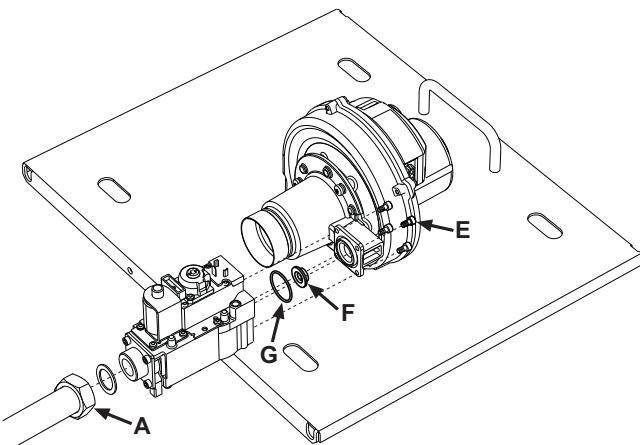
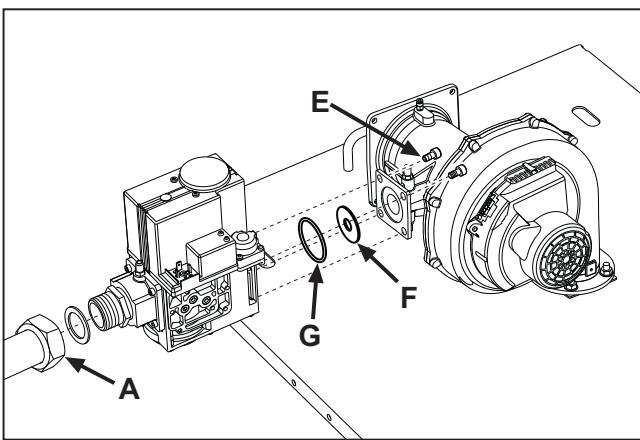
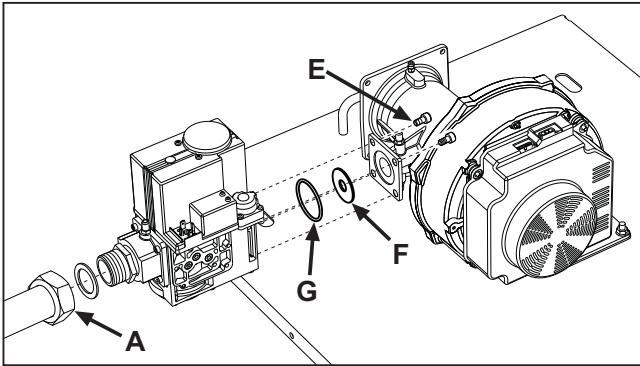

fig. 36 - Modello QUADRIFOGLIO 125
fig. 37 - Modello QUADRIFOGLIO 220
fig. 38 - Modello QUADRIFOGLIO 320
- Svitare il girello "A" di fissaggio della valvola gas (vedi fig. 36, fig. 37 e fig. 38 per i vari modelli).